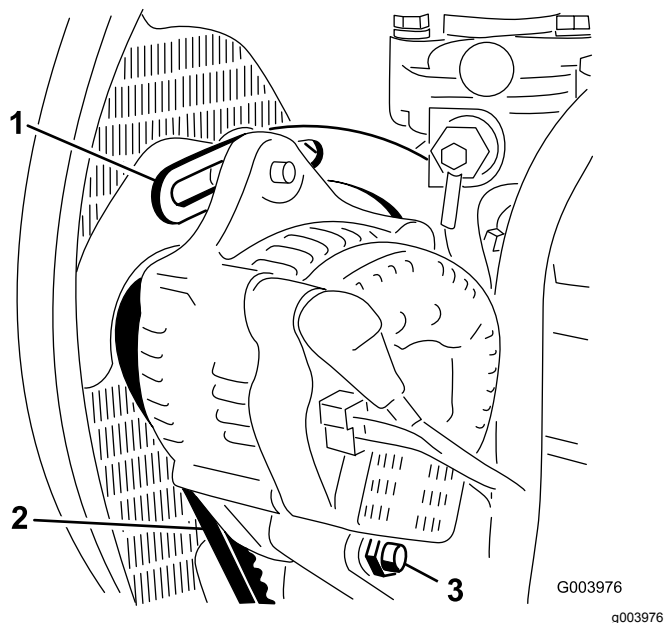

Figura 65
- Verifique a tensão da correia do alternador, premindo-a (Figura 65) até meio caminho entre as polias do alternador e do cárter com uma força de 10 kg.
- Desaperte o parafuso que segura a braçadeira ao motor (Figura 65), o parafuso que segura o alternador à braçadeira e o parafuso de articulação.